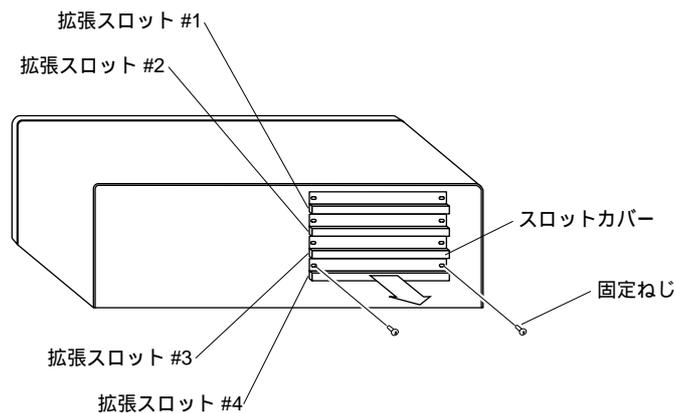

図3.1.1-a スロットカバーを外す
- (2) 拡張スロットのカバーを固定しているねじを外し、カバーを外して下さい(図 3.1.1-a)。